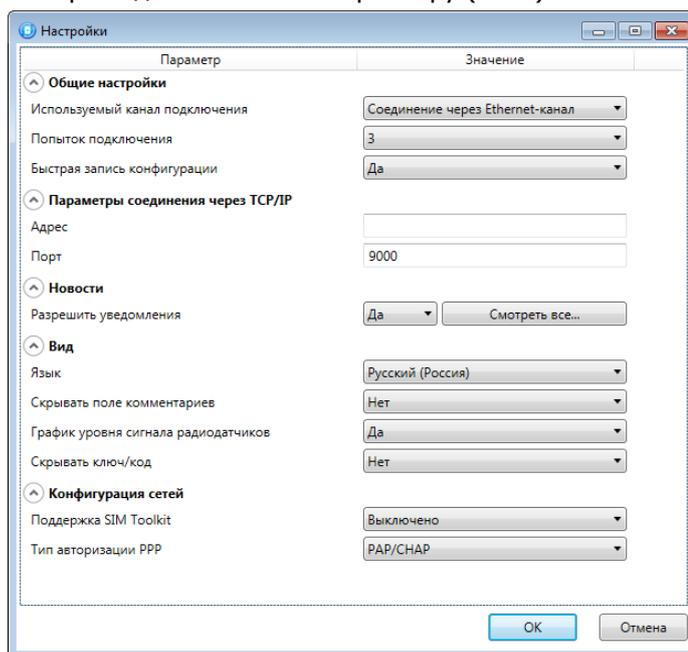

Рисунок 4.8 — Параметры подключения по каналу Ethernet
1. Щелкните левой кнопкой мыши по меню «Настройки» в основном окне программы, в результате чего откроется окно «Настройки» (см. рисунок 4.8).